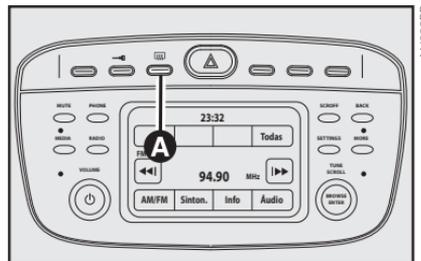

fig. 47
## DESEMBAÇAMENTO/ DESCONGELAMENTO DO VIDRO TRASEIRO TÉRMICO - fig. 47
- vidro traseiro térmico (para acionar/desacionar somente vidro traseiro térmico, pressionar o botão **A-fig. 47**).